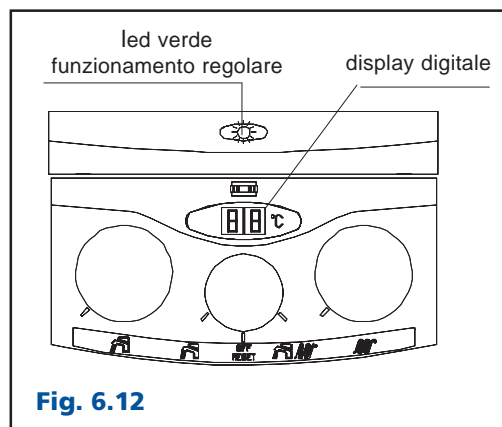

Fig. 6.12
6.2 Segnalazioni sul display digitale (fig. 6.12÷6.16)